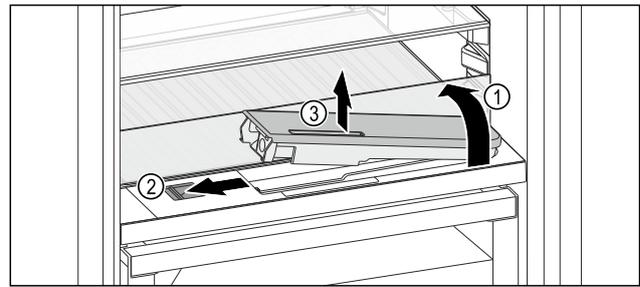

Fig. 172
- ▶ Glasplatte anheben und bis zum Anschlag nach hinten klappen *Fig. 172 (1)*.
- ▶ Schieber *Fig. 172 (2)* nach links schieben.
- ▶ Wassertank entnehmen *Fig. 172 (3)*.